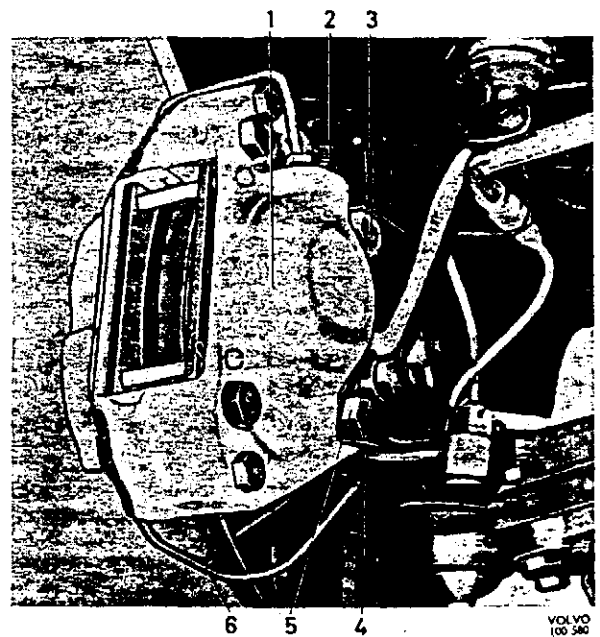
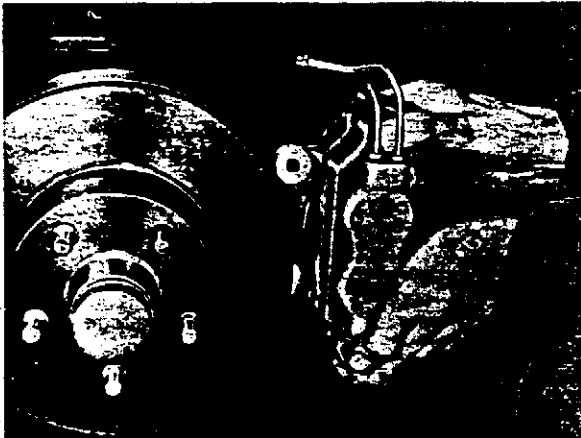

Abb. 16 Bremsattel
Abb. 17 Ausbau des Bremssattels
3. Bremsleitung (6), Abb. 16, abschrauben und den Anschluß mit einem Stopfen abdichten. Bremsflüssigkeit darf nicht auf die Bremscheibe oder Bremsklötze herauslaufen. Sicherungsblech (4) aufbiegen und die Befestigungsschrauben (3 und 5) lösen. Bremssattel komplett abnehmen, siehe Abb. 17.
Beim Einbau ist zu prüfen, ob die Anliegeflächen des Bremssattels sauber und unbeschädigt sind, da es von größter Bedeutung ist, daß die Bremse im Verhältnis zur Bremsscheibe vorschriftsmäßig liegt. Bremse anbringen, siehe Abb. 16. Sicherungsscheibe (4) anbringen und die Befestigungsschrauben (3 und 5) anziehen und sichern. Bremsleitung (6) anschließen und Radzylinder entlüften. Die früh. Ausf. hat eine unterschiedliche Rohranbringung.